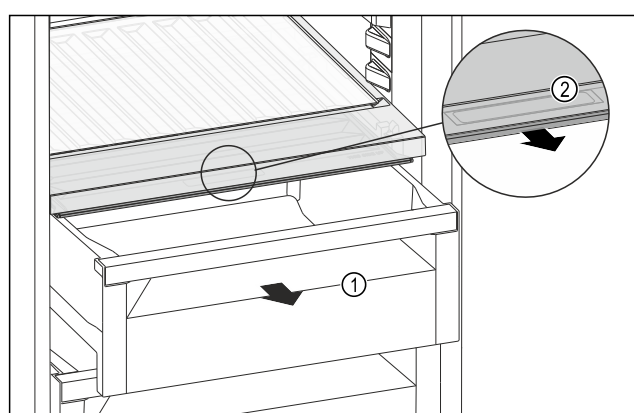

Fig. 157
- ▶ 拉出抽屉 Fig. 157 (1)。
- ▶ 抓住抽屉盖上的内嵌式拉手 Fig. 157 (2)，并同时向前拉出抽屉盖。